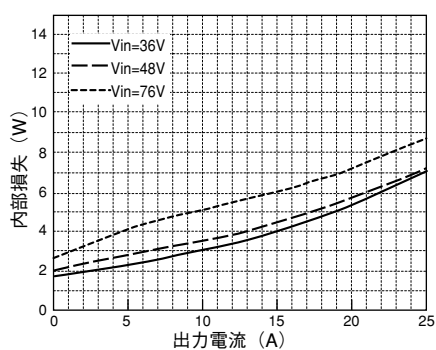

図1-4 PAQ100S48-1R2/B 内部損失 対 出力電流 (出力電圧：定格、Ta=60°C；代表値)
- 入力電圧および出力電圧の条件が異なり、図1-4～図1-8より内部損失(Pd)を決定できない場合、下記のように内部損失(Pd)を求めてください。